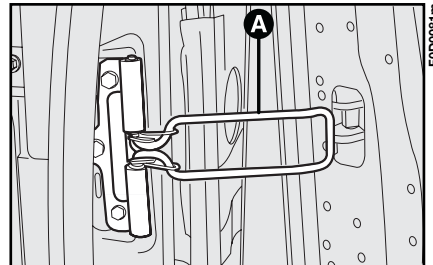

fig. 128
È possibile aumentare l'angolo di apertura delle due ante per maggior comodità di carico e scarico. Per eseguire tale operazione occorre sganciare i sistemi a molla **A-fig. 128**; in tal modo le ante di aprono per circa 180 gradi.
- sganciare la molla di limitazione apertura 90° **A-fig. 128**